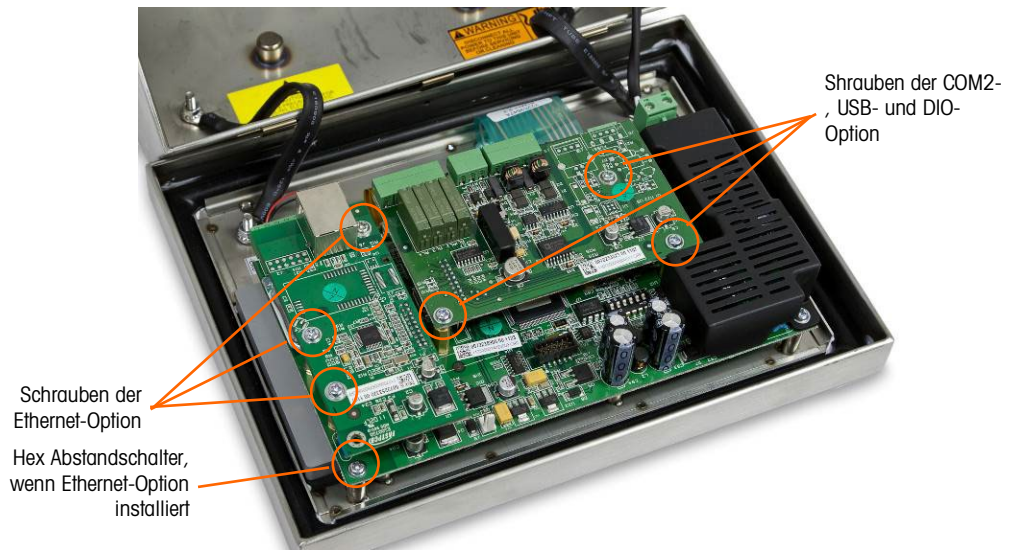

Abbildung 5-17: Ausbauen der Optionsplatine, Analog Version
2. Drehen Sie die Schrauben, mit denen die Optionsplatinen am Montageort befestigt sind, mit einem Kreuzschlitzschraubendreher heraus. Jede Platine wird mit drei Schrauben gesichert. Siehe Abbildung 5-17.
1. Positionieren Sie die Optionsplatine über dem entsprechenden Steckanschluss auf der Hauptplatine und den drei in Abbildung 5-17 dargestellten Montagelöchern.